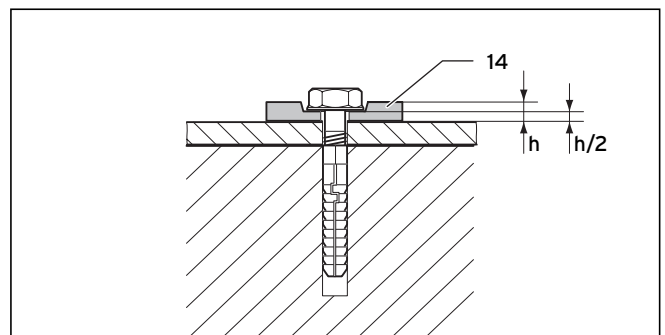

Abb. 5.37 Befestigung mit flexiblen Unterlegscheiben
Verwenden Sie unbedingt die 4 flexiblen Unterscheiben (14), um Materialdehnungen ausgleichen zu können. Verpressen Sie die Unterscheiben um 50%, siehe Abb. 5.37.